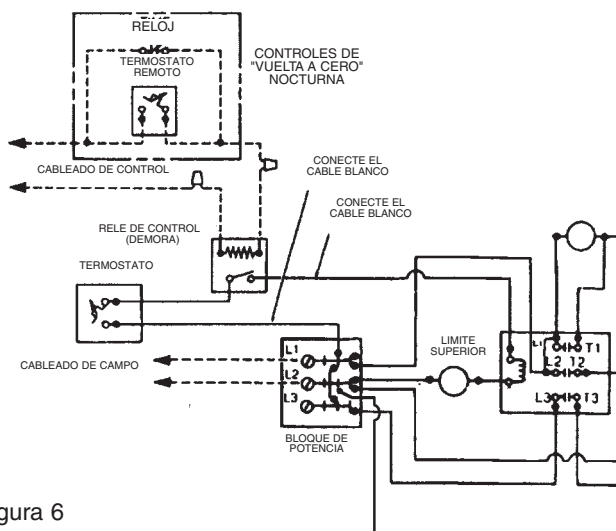

Figura 6
3. Para una operación de "vuelta a cero" nocturna, refiérase al esquema eléctrico, Figura 6.